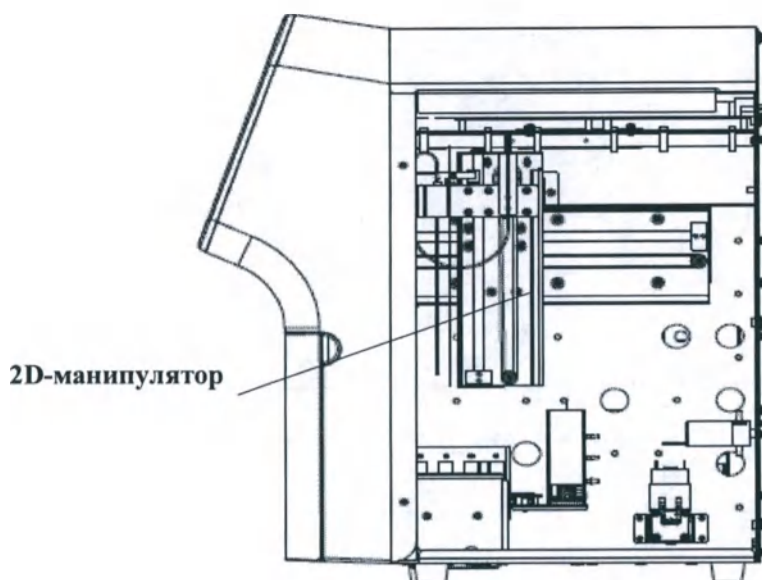

Рис. 4.4.1 Вид после открытия правой дверцы
1. Откройте правую дверцу, как изображено на рис. 4.4.1: